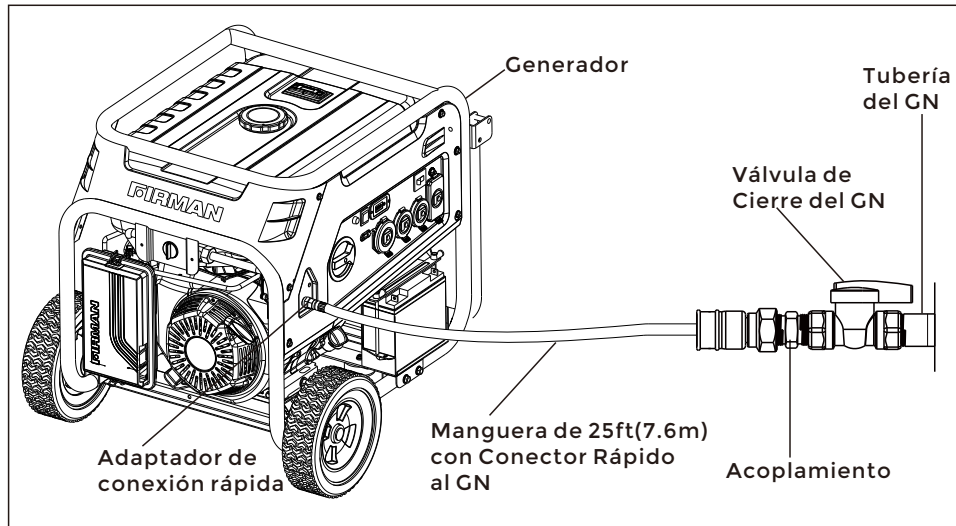

Figura 11
9. Enjuague la solución usada para detectar la fuga de gas con agua limpia. (Figura 11).